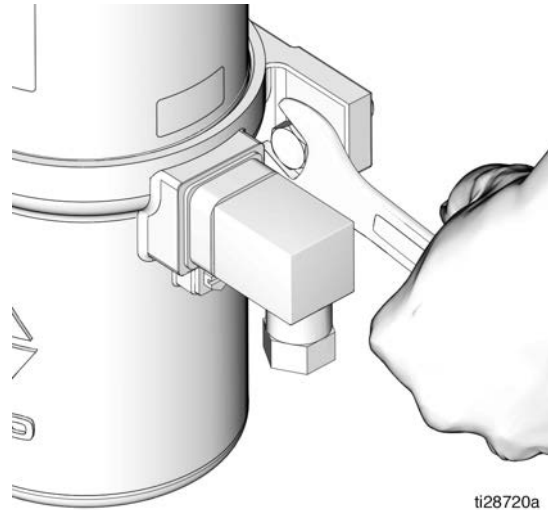

FIG. 11
7. Quite los pernos de montaje (FIG. 11) y saque la bomba de su posición de servicio.